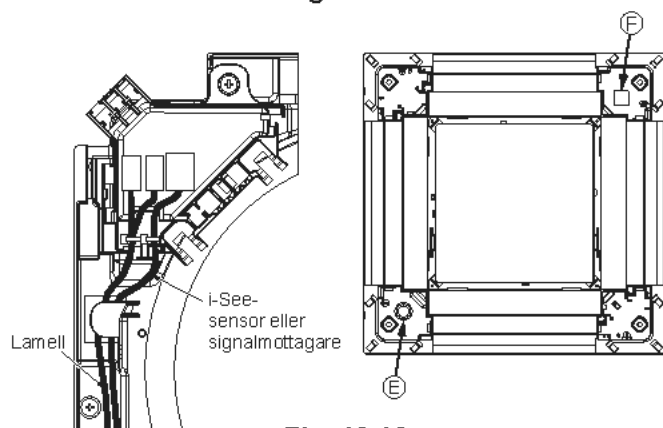

Fig. 10-13
• Dra i-See-sensorns och signalmottagarens ledningar som visas i Fig. 10-13.